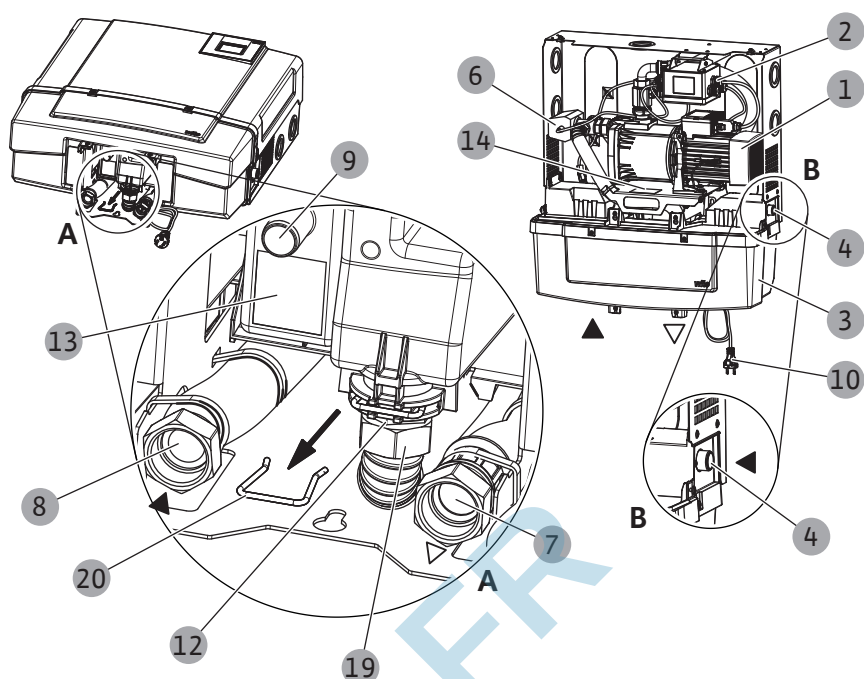
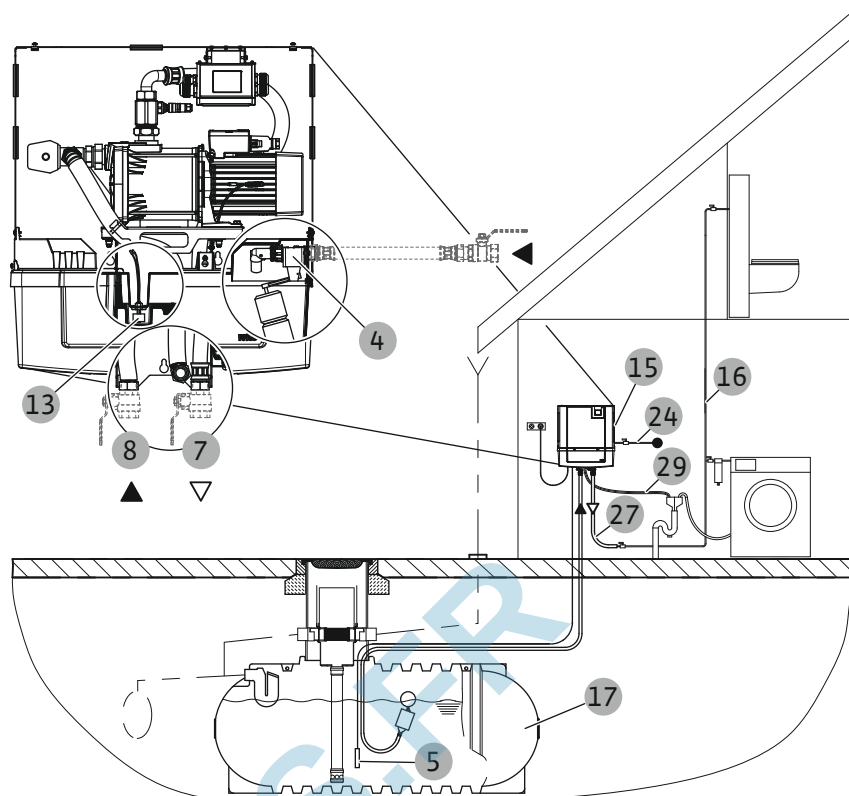

Fig. 1: Composants principaux
Fig. 2: Exemple de montage
Le système est équipé d'une pompe centrifuge autoamorçante (Fig. 1, pos. 1).
La pompe achemine de l'eau de pluie d'un réservoir (Fig. 2, pos. 17) ou de l'eau de fonctionnement d'une bache de stockage (Fig. 1, pos. 3) vers l'installation domestique (Fig. 2, pos. 17) jusqu'aux points de prélèvement.
Le dispositif de commande (Fig. 1, pos. 2) commande la pompe et la commutation du prélèvement d'eau de la bache de stockage par le biais de la vanne à 3 voies (Fig. 1, pos. 6) en fonction du niveau d'eau de pluie présent dans le réservoir.
La bache de stockage (11 litres) (Fig. 1, pos. 3) sépare l'eau de fonctionnement dans la bache de stockage du réseau d'eau du robinet selon la norme EN 1717 (écoulement libre de type AB). La bache de stockage est remplie d'eau du robinet par le biais d'une vanne de réalimentation (Fig. 1 et 2, pos. 4). En cas de panne, l'eau s'écoule sans entrave du trop-plein.
Un tuyau flexible pour le raccordement sur le trop-plein (Fig. 1, pos. 9) doit être fourni par le client.